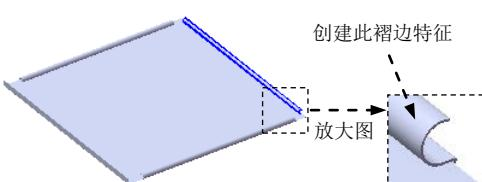
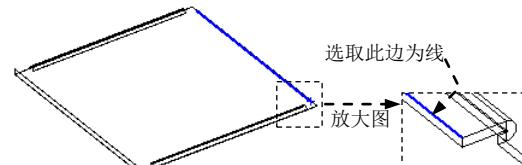

图 17.12.36 创建褶边 4
图 17.12.37 定义特征的边线
Step11. 创建图 17.12.36 所示的褶边 4。
(1) 选择命令。选择下拉菜单 **插入(I)** → **钣金(B)** → **褶边(H)...** 命令，系统弹出“褶边”对话框。
(2) 定义特征的边线。单击 **边缘(E)** 区域中的“折弯在外”按钮 。选取图 17.12.37 所示的模型边线为生成褶边的边线。
(3) 定义褶边类型和大小。在 **类型和大小(I)** 区域中选择“滚轧”选项 。在 **文本框** 中输入角度值 200，在 **文本框** 中输入数值 4.0。
(4) 单击 按钮，完成褶边 4 的创建。